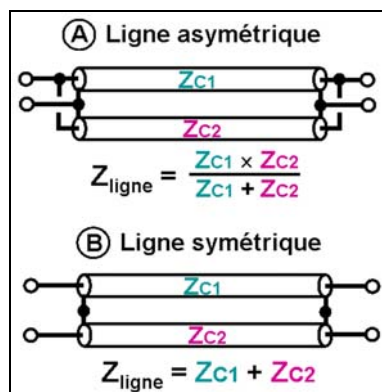

Figure 3 : Impédance "exotique" obtenue par association de deux lignes d'impédances standard
Pour obtenir une ligne de 37,5 Ω, nous avons mis en parallèle deux câbles coaxiaux de 75 Ω. Il y a deux manières de construire une ligne avec deux câbles coaxiaux. Celles-ci sont illustrées sur la figure 3 avec les formules permettant d'obtenir l'impédance de la ligne en fonction des impédances des deux coaxiaux.
Noter que les impédances des coaxiaux ne sont pas forcément identiques, mais alors la symétrie n'est plus respectée avec la version (B) de la figure 3.